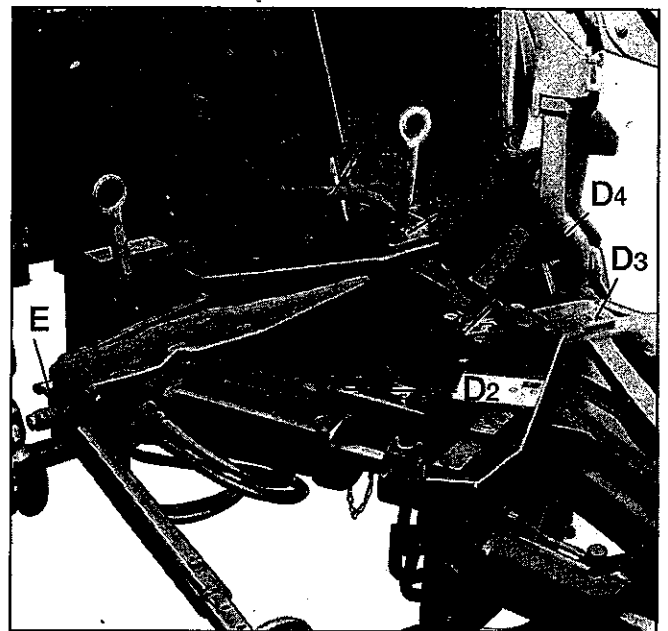

Fig. 16
Alle Lagerungen mit Schmiernippel regelmäßig schmieren: z.B. am Drehzylinder, Drehachse, Verkantungsspindeln, Spindellager (E), Zwischenplatte E1, Rahmenbolzen E2, Schwenkbegrenzung D2 (Fig. 16; bei Schwenkzylinder), Konsolen- und Schubstangenlagerungen (D3/D4), Scheibenseche, Tastrad (Kombirad) einschl. Halterung.
Buchsen der Konsolen- und Schubstangenlagerungen (D3; D4) und der Rahmenlagerung (E2) sind auswechselbar (siehe Fig. 16).